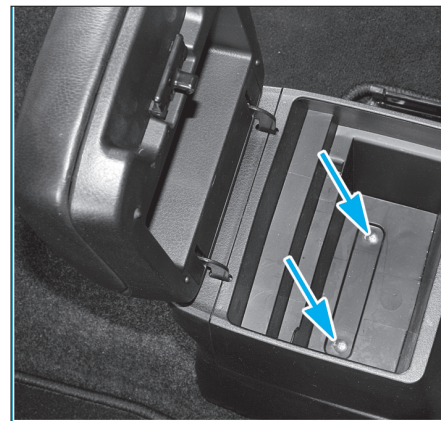

FIG. 21
- Déposer les 6 vis de fixation (tête cruciforme) de l'accoudoir (Fig.21).